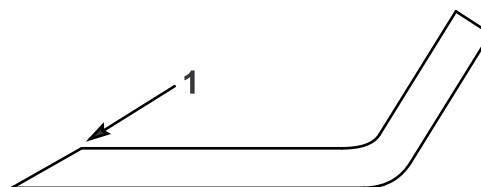

Figura 41
1. Utilice una lima para afilar el filo de corte en ambos extremos de cada cuchilla (Figura 41).